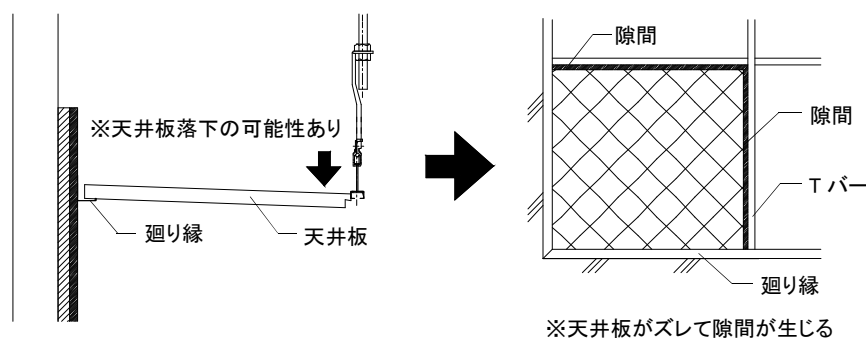

図2-8-1 天井板切断例(必要寸法より短い場合)
- ② 壁際周辺の天井板については、現場で必要寸法を実測して切断して天井板を載せ掛ける。設置時は、以下の点に留意すること。
- 6) 壁際やコーナー部の天井板を設置の際、必要寸法より短い場合は T バーとの間に隙間が空き天井板が落下する恐れがあるため、必ず必要寸法で切断すること。(図 2-8-1 参照)